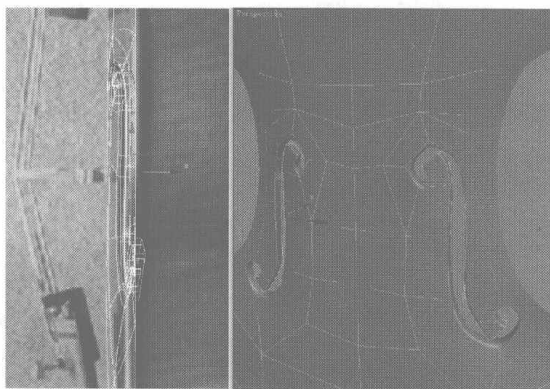

图 5.149
- 21** 选择如图 5.149 所示的曲线，按住 Shift 键向内拖动，复制出一个边沿。